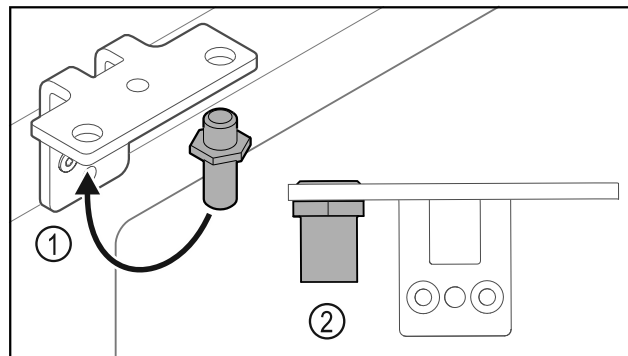

Fig. 36
- Bolzen Fig. 36 (1) im Scharnierwinkel umsetzen.
- Bolzen Fig. 36 (2) mit **Drehmoment von 12 Nm** anziehen.